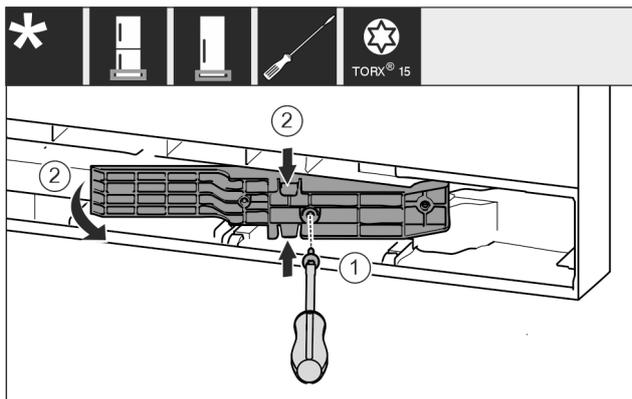

Fig. 16 *
- Suelte los tornillos con el destornillador T15. Fig. 16 (1)*
- Extraiga la pieza adaptadora. Fig. 16 (2)*